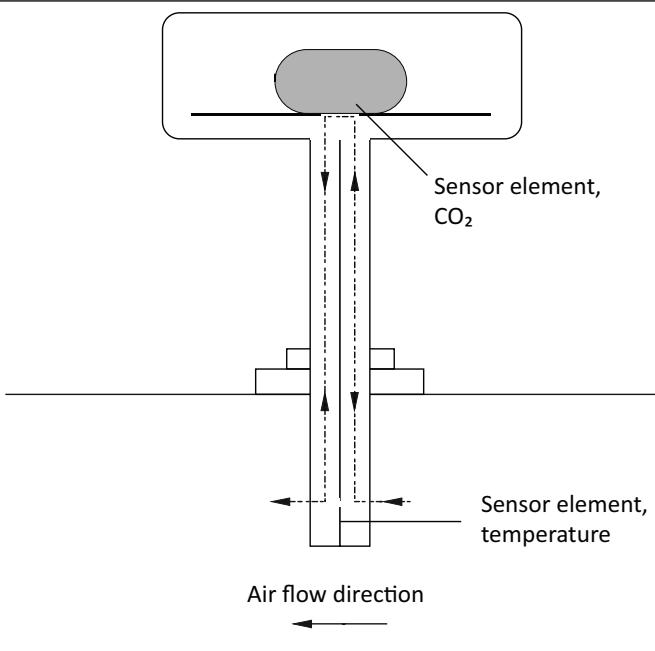

Bild 1 Die Strömungsrichtung des Volumenstroms ist entweder von rechts nach links (siehe Beispiel) oder von links nach rechts.
2. Platzieren Sie den Transmitter im Lüftungskanal in Richtung des Volumenstroms entsprechend den Markierungen auf der Abdeckung. Die Strömungsrichtung des Volumenstroms ist entweder von rechts nach links (siehe Bild 1) oder von links nach rechts. Die Öffnung im Kanal sollte einen Durchmesser von 13 mm haben.